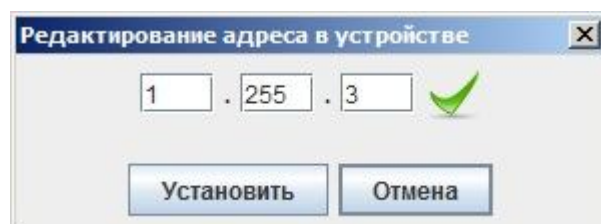

Рисунок 12 - Окно «Редактирование адреса устройства» при опросе по ширококвещательному адресу
4.7.1.5 Параметр «Сетевой адрес» отображает сетевой адрес СИ. Редактирование адреса осуществляется в окне «Редактирование адреса устройства» (Рисунок 12) корректировкой трех чисел в диапазоне от 002 до 254. По клику «Ок» новый адрес записывается в энергонезависимую память СИ.